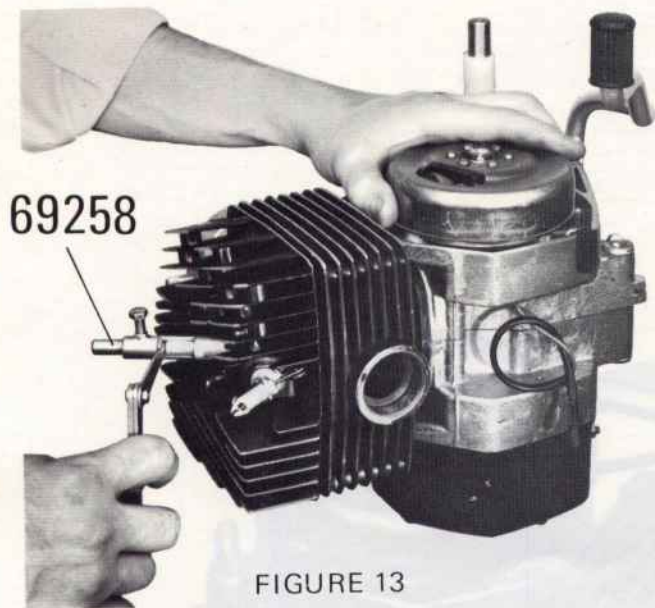

FIGURE 13
- Introduire entre les deux tiges coulissantes une cale d'épaisseur de 2,9 mm (pour obtenir à la verticale 2,5 mm). Tourner le rotor dans le sens de la flèche jusqu'au pincement de la cale (figure 13).